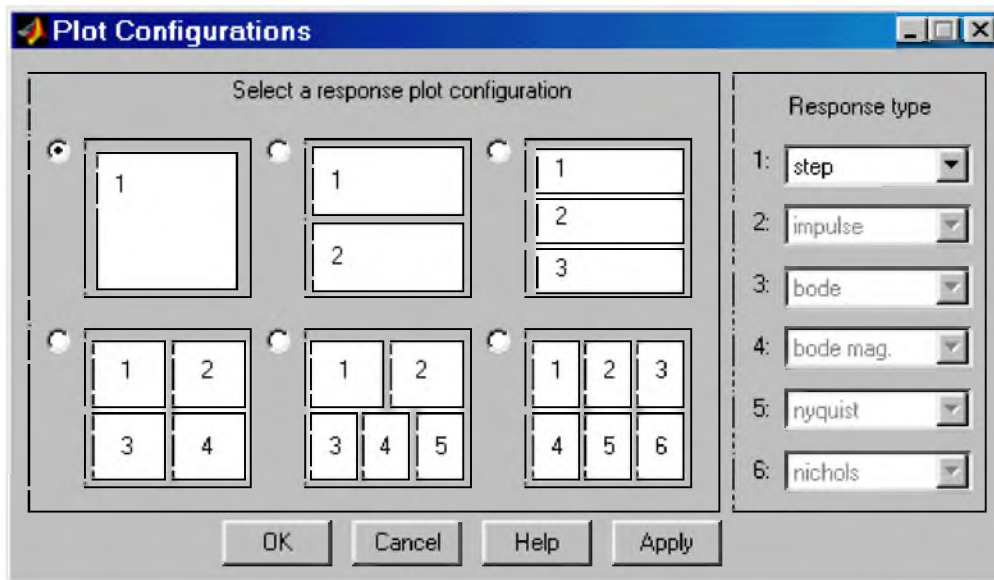

Рис. 11.4 Окно **Plot Configuration**
5. Для получения остальных характеристик системы необходимо выполнить команду **Edit\Plot Configuration...** в окне **LTI Viewer**. В результате выполнения этой команды откроется окно **Plot Configuration**, показанное на рис. 11.4.